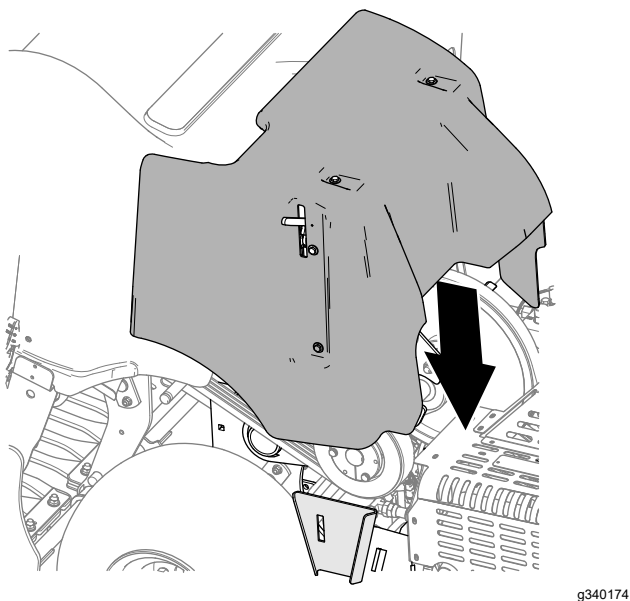

Figura 134
2. Baje la cubierta de las correas (Figura 134).